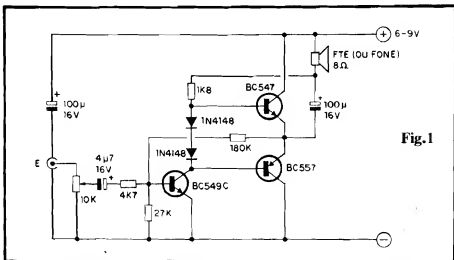

Fig. 1
- **FIG. 1 - DIAGRAMA ESQUEMÁTICO DO CIRCUITO** - A estrutura já é bem conhecida dos **Hobbystas "veteranos"** e, em sua essência, é modernamente muito utilizada em Amplificadores de **alta Potência** (obviamente com transistores "pesados" e mais componentes nas suas redes de polarização, compensação, etc.). Entretanto, mesmo a partir dos modestos representantes da "família BC", é possível organizar-se um circuito funcional, de ótimo desempenho, (sempre considerando que não queremos "quebrar vidraças" com o som final...). O primeiro transistor, um **BC549C** (alto ganho, baixo ruído...) realiza a pré-amplificação dos sinais, polarizado basicamente